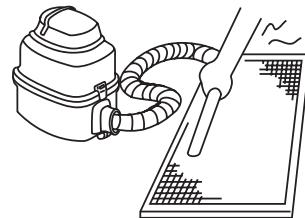

Рис. 6-3
- используя пылесос, прополите фильтр лицевой стороной вверх (см. рис. 6-3).